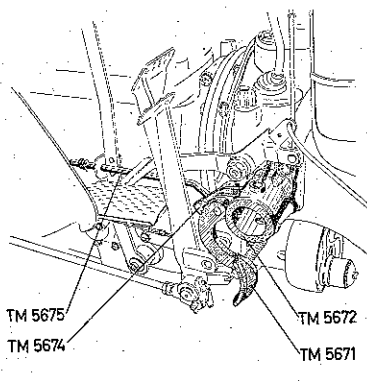

Abb. 3
3. Der **Befestigungsbock TM 5672** für das Hebewerk TM 20506 A wird an der rechten Seite der Kupplungsglocke an der vorgesehenen Anbaufläche verschraubt. Dabei ist auf die Lagerung des Drehzahlverstellers und der Bremsrückholfedern zu achten. (Abb. 3)
muttern M12 DIN 555 gesichert. Das abgewinkelte Ende der Ausrückstange TM 5675 wird an dem am Befestigungsbock TM 5672 gelagerten Ausrückhebel TM 5674 eingeführt und durch Scheibe und Splint abgesichert. (Abb. 3)